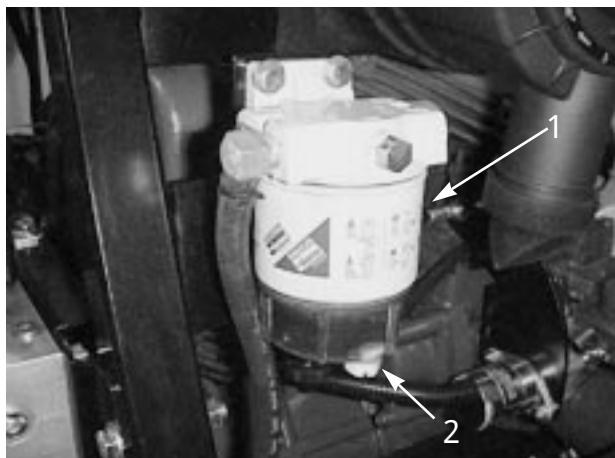

図33
水抜きは毎日おこなってください(図33)。
2. フィルタ容器(図33)下部のドレン・プラグをゆるめて水や異物を流し出す。